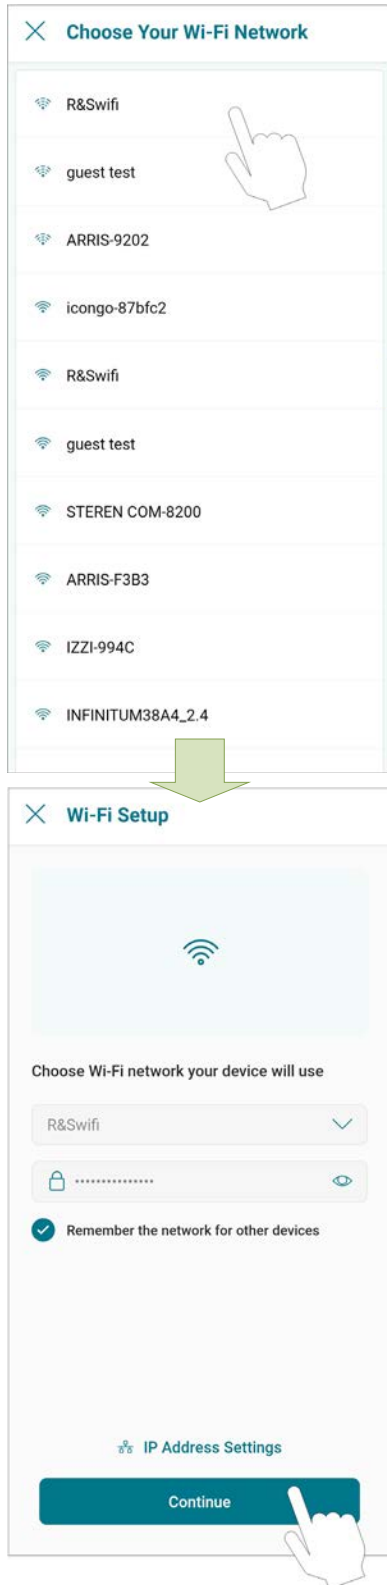

Figure 77. Configuration Wi-Fi
5. L'écran « Wi-Fi setup » (Configuration Wi-Fi) s'affiche. Sélectionnez ou renseignez le réseau Wi-Fi auquel vous souhaitez connecter votre appareil et entrez le mot de passe du réseau. Voir Figure 77.